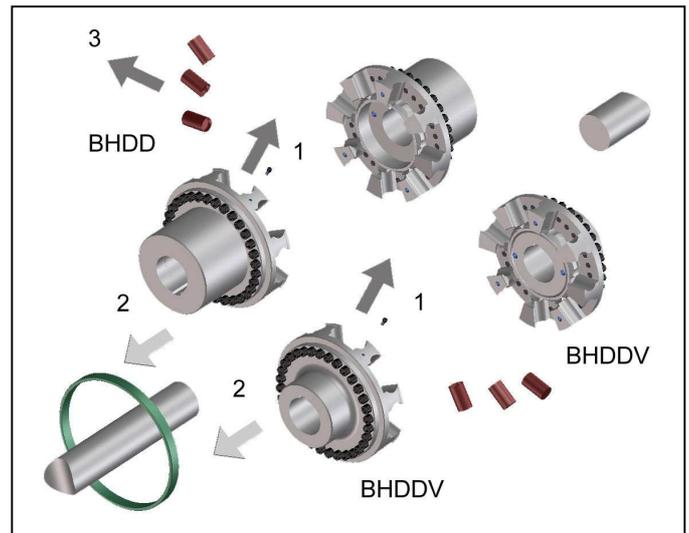

Bild 5
- Lösen Sie die Halteschrauben (Bild 5, Pos. 1) am äußeren Umfang des Halterings und legen Sie diesen auf der dazugehörigen Welle ab (Bild 5, Pos. 2).
- Nehmen Sie die elastischen Puffer heraus (Bild 5, Pos. 3).
- Ziehen Sie die Kupplungsnaben in der vorgesehenen Position auf die Wellenenden auf (Bild 5, Pos.2).